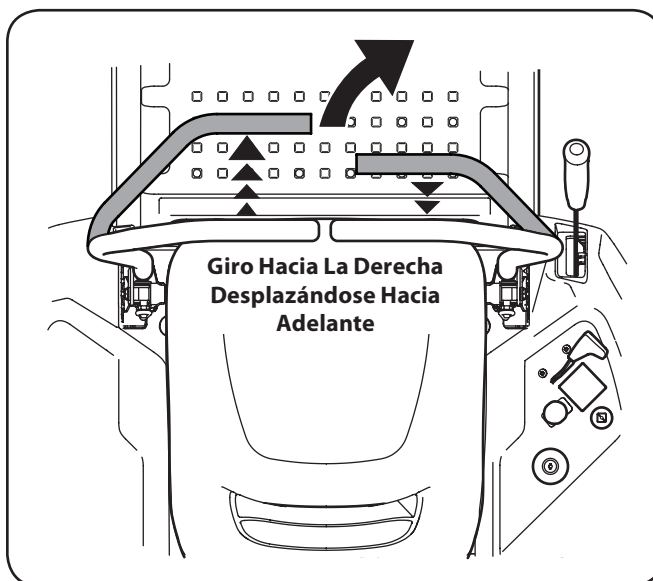

Figura 5-5
2. Para girar a la derecha, mueva la palanca de control del lado derecho hacia atrás respecto de la palanca izquierda. Vea la Figura 5-5.